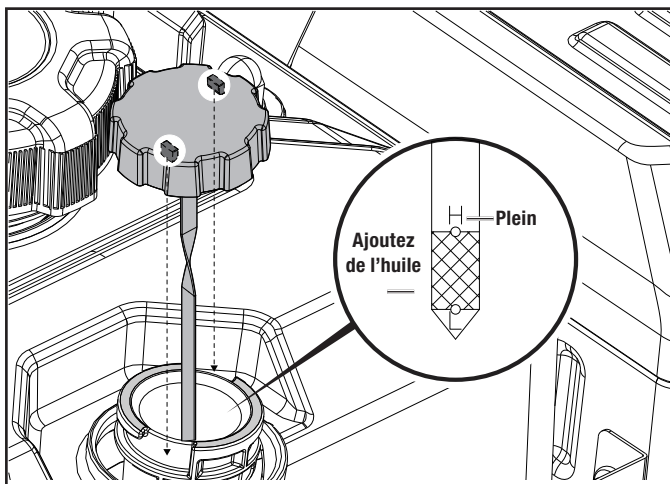

Figure 12B
3. Insérez le bouchon d'huile ou la jauge dans le goulot de remplissage jusqu'à ce que celui-ci ou celle-ci soit en place (notez le cran). Tournez-le d'un quart de tour dans le sens horaire pour le fixer en place. Enlevez la jauge, essuyez-la avec un chiffon non pelucheux, réinsérez-la complètement et fixez-la de nouveau d'un ¼ de tour, puis retirez-la pour vérifier le niveau d'huile (voir la figure 12B).
4. Si le niveau d'huile est proche ou inférieur au repère inférieur de la jauge, retirez le bouchon d'huile/la jauge et remplissez avec l'huile recommandée jusqu'au repère supérieur. Ne remplissez pas trop (fig. 12B).